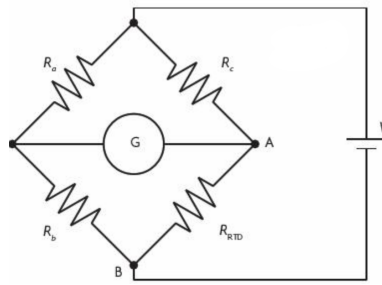

Figura 1: Circuito puente de Wheatstone
Un circuito puente Wheatstone, como el que vemos en la Figura 1, puede ser operado en una condición equilibrada o desequilibrada. Esta depende del tipo de aplicación. Se utiliza en una condición de equilibrio para calcular con precisión una resistencia desconocida, siendo el voltaje de salida igual a cero.
En el diagrama eléctrico de la Figura 1 se muestra la configuración que se usa generalmente para el sensor RTD. Se pide calcular el voltaje de salida (dado por el galvanómetro (G), que es el dispositivo empleado para medir la magnitud de las corrientes eléctricas) si se trabaja a $50^\circ C$ y se utiliza un sensor de temperatura resistivo (RTD) PT100.